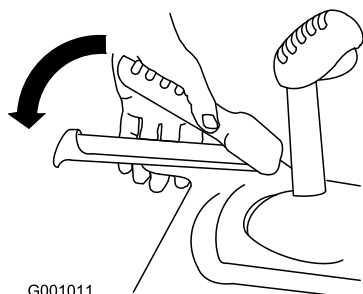

Figura 28
2. Cuplați maneta de tracțiune și țineți-o în poziția respectivă (Figura 28).